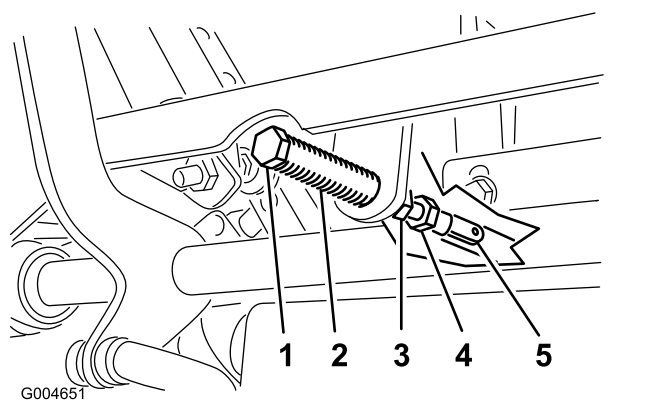

Bild 50
5. Ziehen Sie den Hebel zurück, bis der Lastösenbolzen (am Arm über der Gelenkwelle) das Schlitzende berührt (und soeben Druck auf die Feder ausübt), wie in **Bild 50** abgebildet.
7. Sollte eine Einstellung erforderlich sein, lockern Sie die Mutter und die Klemmmutter gegen das Joch (**Bild 50**).
8. Drücken Sie den Fahrtriebshebel leicht nach hinten, drehen Sie den Kopf der Einstellschraube in die entsprechende Richtung, bis der Schaltbügel Schalthebel in der ARRETIERTEN NEUTRAL-Stellung zentriert ist (**Bild 50**).
9. Ziehen Sie die Mutter und die Klemmmutter an (**Bild 50**).
10. Ziehen Sie die Klemmmuttern an den Kugelgelenken fest (**Bild 50**).